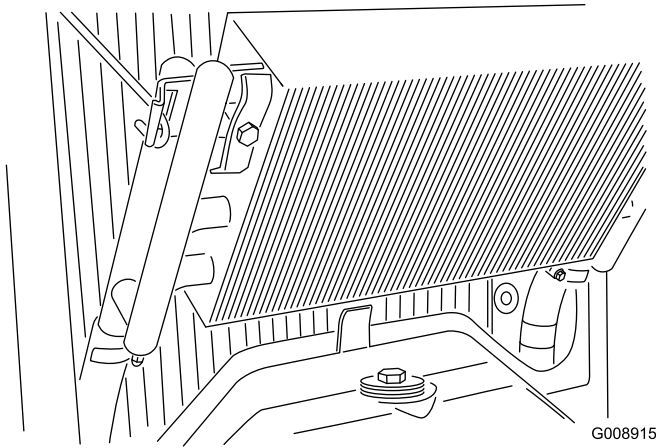

Figura 53
3. Destranque o refrigerador de óleo e articule a zona posterior (Figura 53). Limpe os dois lados do dispositivo de arrefecimento de óleo e a zona do radiador com água ou ar comprimido. Desloque o refrigerador do óleo para a posição inicial.